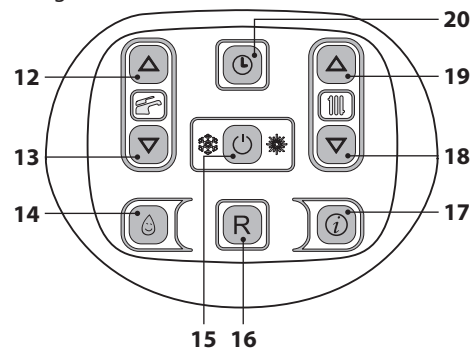
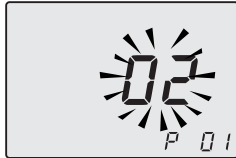
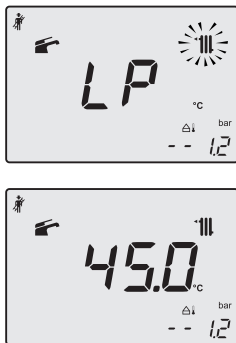
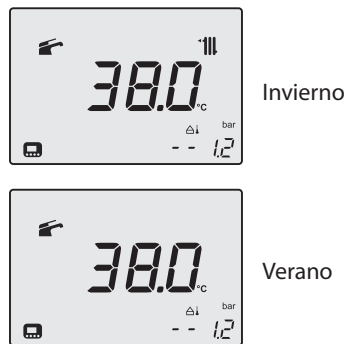

Figura 9.20
Figura 9.21
Figura 9.22
Figura 9.26
- Entre en la "modalidad de programación" pulsando simultáneamente durante 10 segundos los botones 15 - 18 - 19 (Figura 9.20) hasta que aparezcan en el display LCD las letras **P01** y el valor del parámetro, que indican que se ha entrado en el "parámetro 01" (Figura 9.21).
- Pulse simultáneamente los botones 18 e 19 (Figura 9.20) hasta que aparezcan en el display LCD las letras **LP** que se alternan con el valor de temperatura del agua de calefacción (ej.45), indicando que se ha entrado en la activación de la "función deshollinador" a la potencia mínima (Figura 9.22).
- Pulsando el botón 19 (Figura 9.20) se puede modificar la potencia en modalidad deshollinador: el display LCD muestra las letras **hP** que se alternan con el valor de temperatura del agua de calefacción (ej.32); estamos en la "función deshollinador" a la potencia mínima en calefacción (Figura 9.23).
- Volviendo a pulsar simultáneamente durante 10 segundos los botones 15 - 18 - 19 (Figura 9.20) se sale de la "modalidad deshollinador" y se vuelve al estado anterior de la caldera (Figura 9.26).